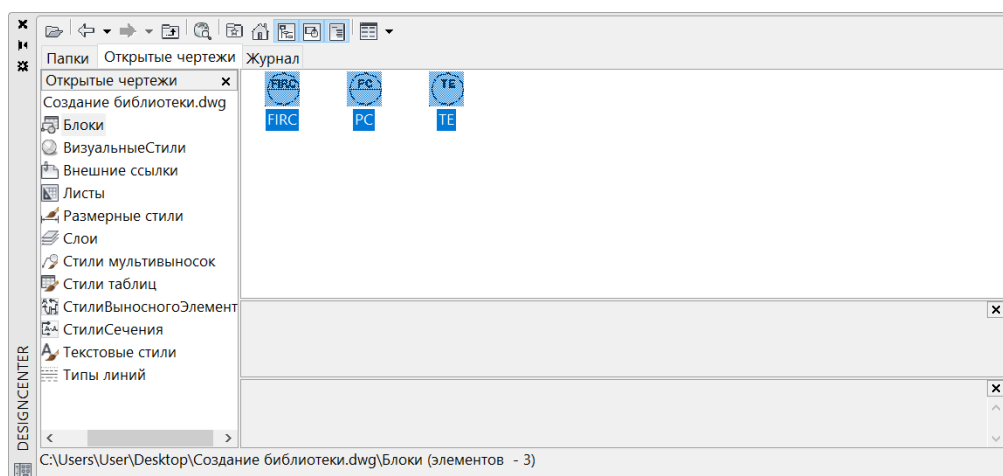

Рис. 137. Выбор блоков, добавляемых в библиотеку
5. Далее необходимо выделить все блоки, которые будут добавлены в библиотеку (рис. 137).